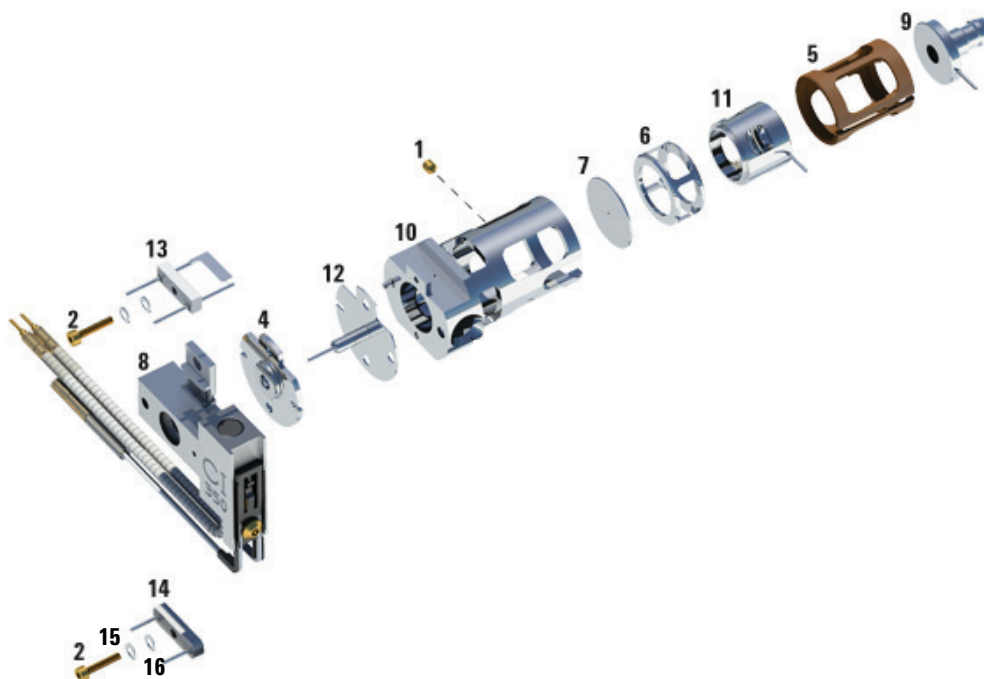

Figura 40 Montaje de la fuente de iones de CI
- 2 Reúna las siguientes piezas que deben limpiarse de una fuente de iones de CI: (Figura 40 en la página 203)